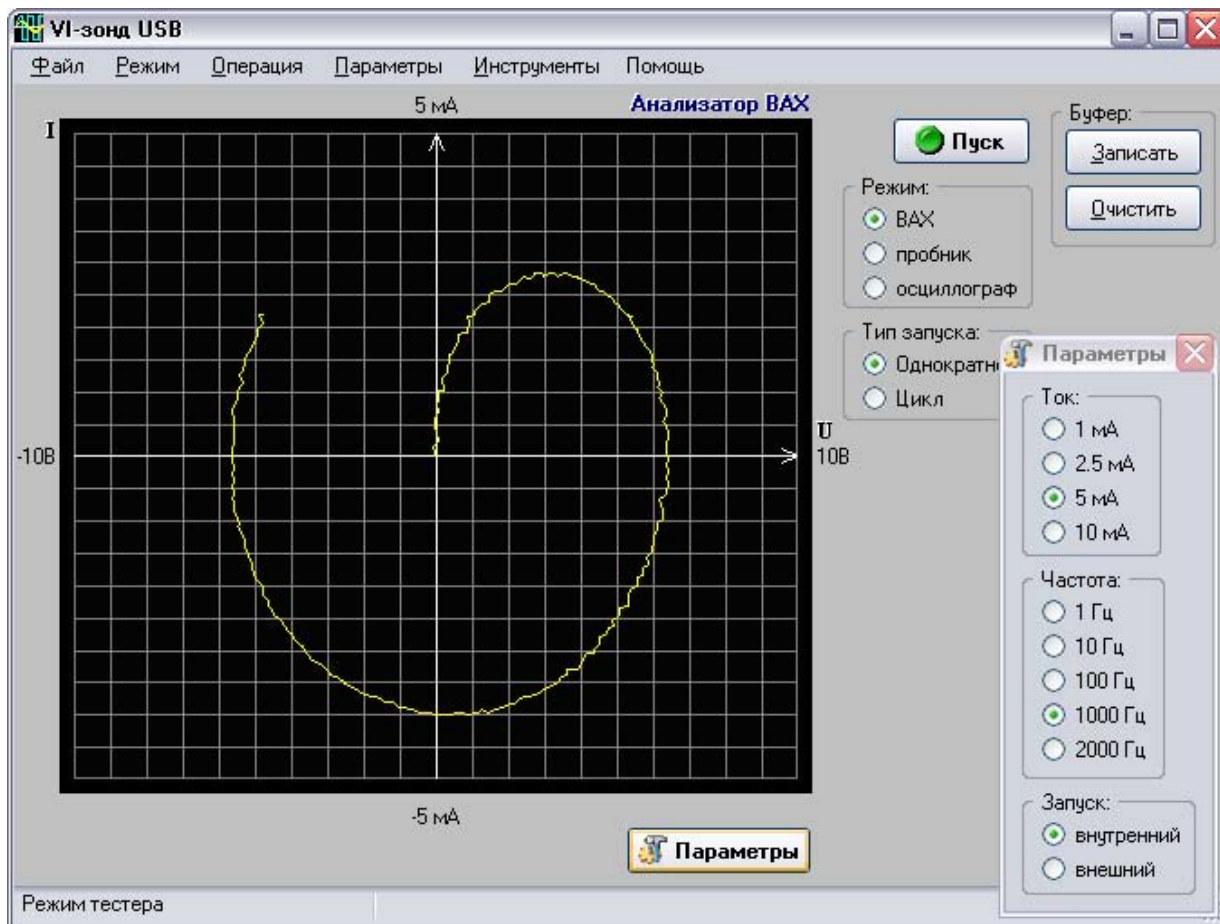
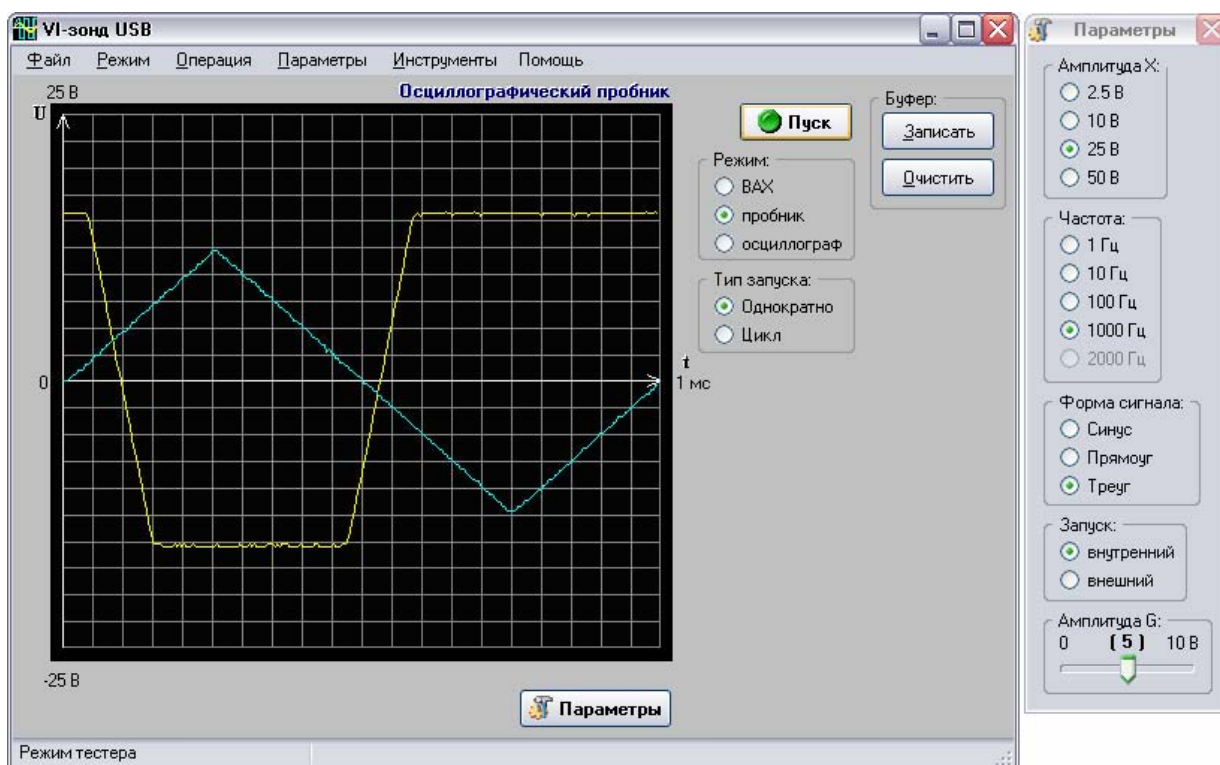
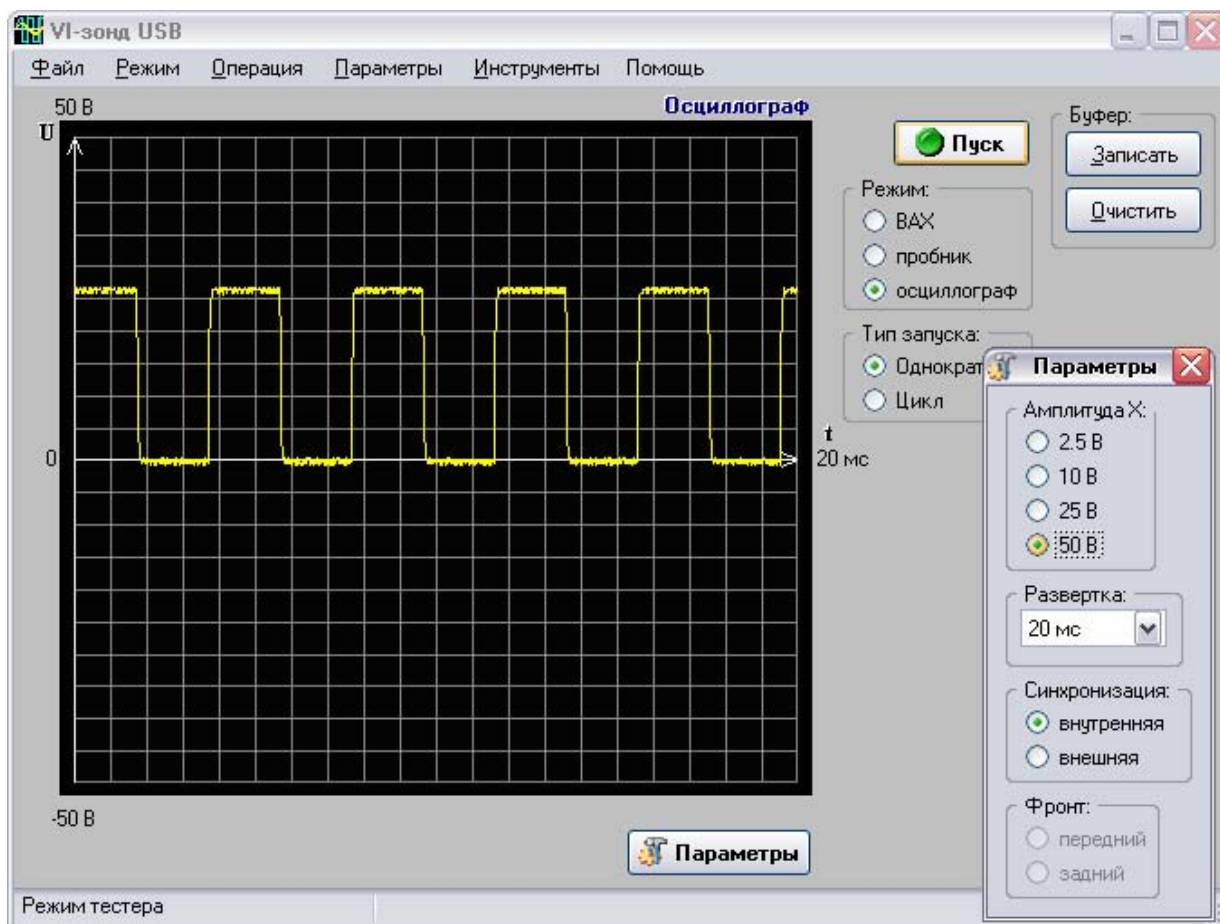

Рис. 3
Рис. 4
Рис. 5
1. Группа кнопок "Режим" задает режим работы тестера: анализатор вольтамперных характеристик (рис.3), осциллографический пробник (рис. 4) или осциллограф (рис. 5).